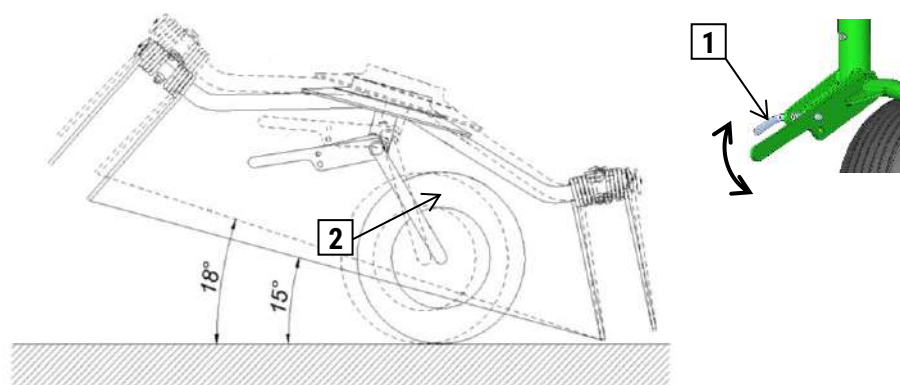

Рис. 23. Сеноворошилка в рабочем положении для двух возможных значений угла разбрасывания зеленой массы
- изменить положение голени ходовых систем (**Рис. 23**) путем оттягивания блокировки (1), поворота голени (2) и повторной защиты с помощью блокировки.